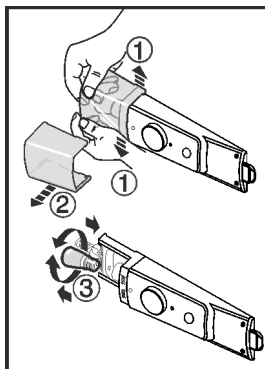

Fig. 10
- ▶ Kryt lampy podľa obrázka, vo vnútri, v prednej oblasti rozotlačte Fig. 10 (1) a kryt stiahnite nabok Fig. 10 (2).
- ▶ Vymeňte žiarovku. Fig. 10 (3)